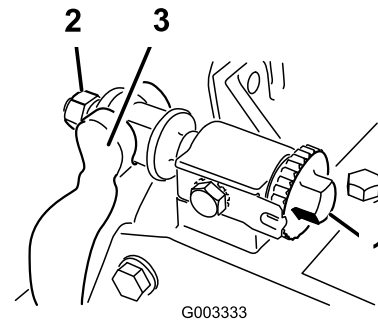

Figura 65
1. Gire el tornillo de ajuste de la barra de asiento, en el sentido contrario a las agujas del reloj, para alejar la contracuchilla del molinete (Figura 65).